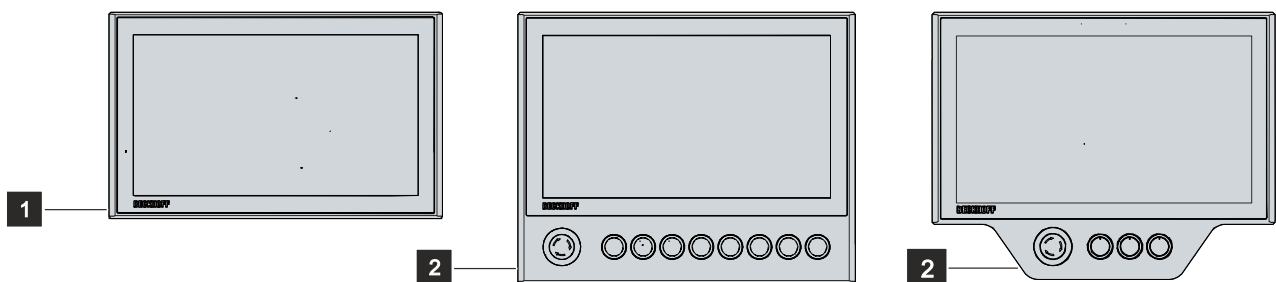

Abb. 1: Control Panel ohne und mit Tastererweiterung
Erläuterungen zur Tastererweiterung und den Funktionen erhalten Sie in der Installations- und Betriebsanleitung zur C9900-G02x bzw. C9900-G05x. Abbildung 1 stellt beispielhaft ein Control Panel ohne (1) und mit (2) Tastererweiterung gegenüber.